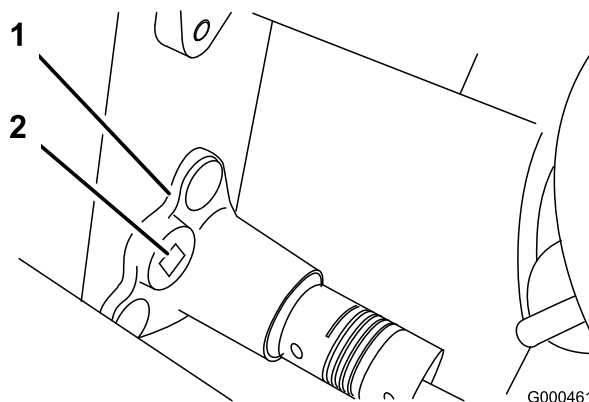

Figura 37
B. Con una chiave torsiometrica da 3/8" girate la sede del cuscinetto ad una coppia compresa tra 4 e 4,5 Nm per impostare la tensione della cinghia (Figura 37)